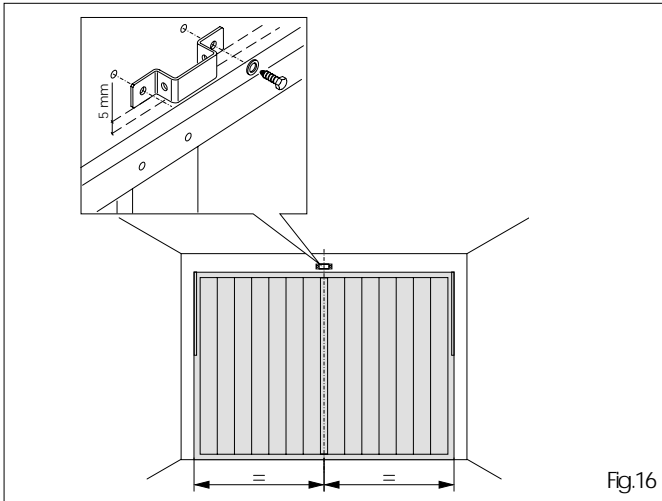

Fig.16
- 6.3 Positionner la bride de fixation à 5 mm au dessus de la ligne préalablement tracée, centrée par rapport à la porte (fig.16).
- 6.5 Visser alors la bride avec des vis et des rondelles sur les chevilles appropriées (fig.16).